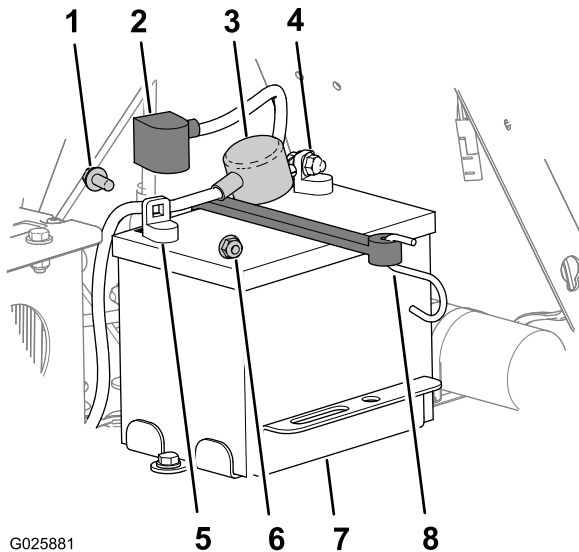

Figure 44
3. Sur la batterie, soulevez le capuchon noir situé sur le câble négatif (Figure 44).
4. Débranchez le câble négatif de la borne négative (-) de la batterie et retirez le câble de la batterie (Figure 44).
5. Enlevez le capuchon rouge de la borne positive de la batterie (Figure 44).
6. Débranchez et retirez le câble positif (rouge) de la batterie (Figure 44).
7. Détachez le crochet de la barrette du support de la batterie (Figure 44), et déposez la batterie.
1. Placez la batterie sur la machine (Figure 44).
3. Reliez le câble positif (rouge) à la borne positive (+) de la batterie au moyen d'un boulon à embase et d'un écrou à embase (Figure 44).
5. Reliez le câble négatif et le câble de masse à la borne négative (-) de la batterie avec un boulon à embase et un écrou à embase (Figure 44).